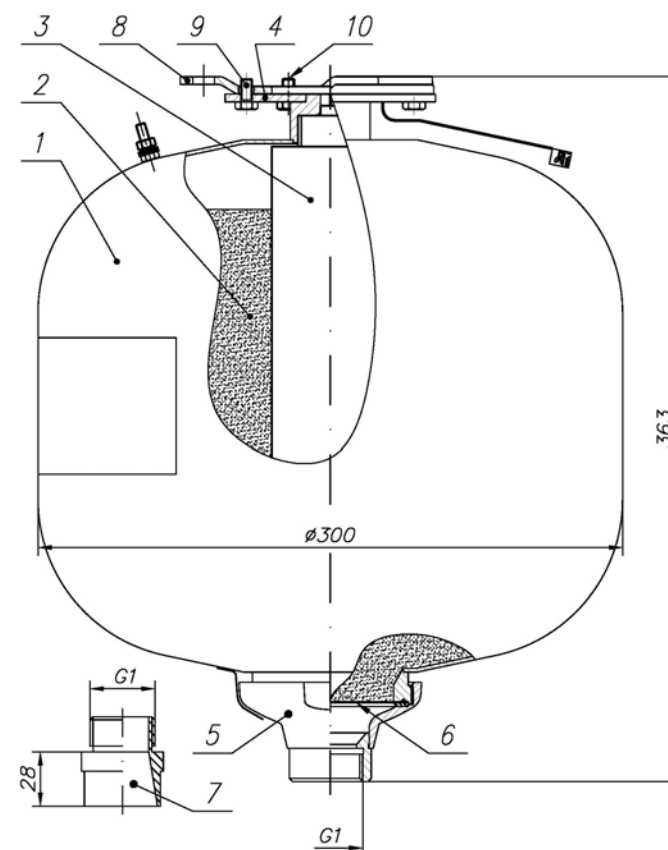

Рис. 1. Устройство модуля порошкового пожаротушения «БУРАН-15КД 10»
4.1. Модуль (рис. 1) представляет собой герметичную конструкцию, состоящую из стального корпуса 1, заполненного огнетушащим порошком 2, генератора газа 3 с электроактиватором, держателя модуля 4, выпускного насадка 5 и разрывной мембраны 6 с насечками. Разрывная мембрана плотно прижата к корпусу выпускным
6.2. Соединить держатель модуля 4 (рис. 1) с кронштейном 8 так, чтобы головки болтов 10 вошли в широкие части пазов держателя модуля. После этого повернуть модуль вокруг оси до упора, болты при этом заходят в узкие части пазов и удерживают модуль в подвешенном состоянии. Зафиксировать от поворота модуль относительно кронштейна болтом 9. Затянуть болты 10.